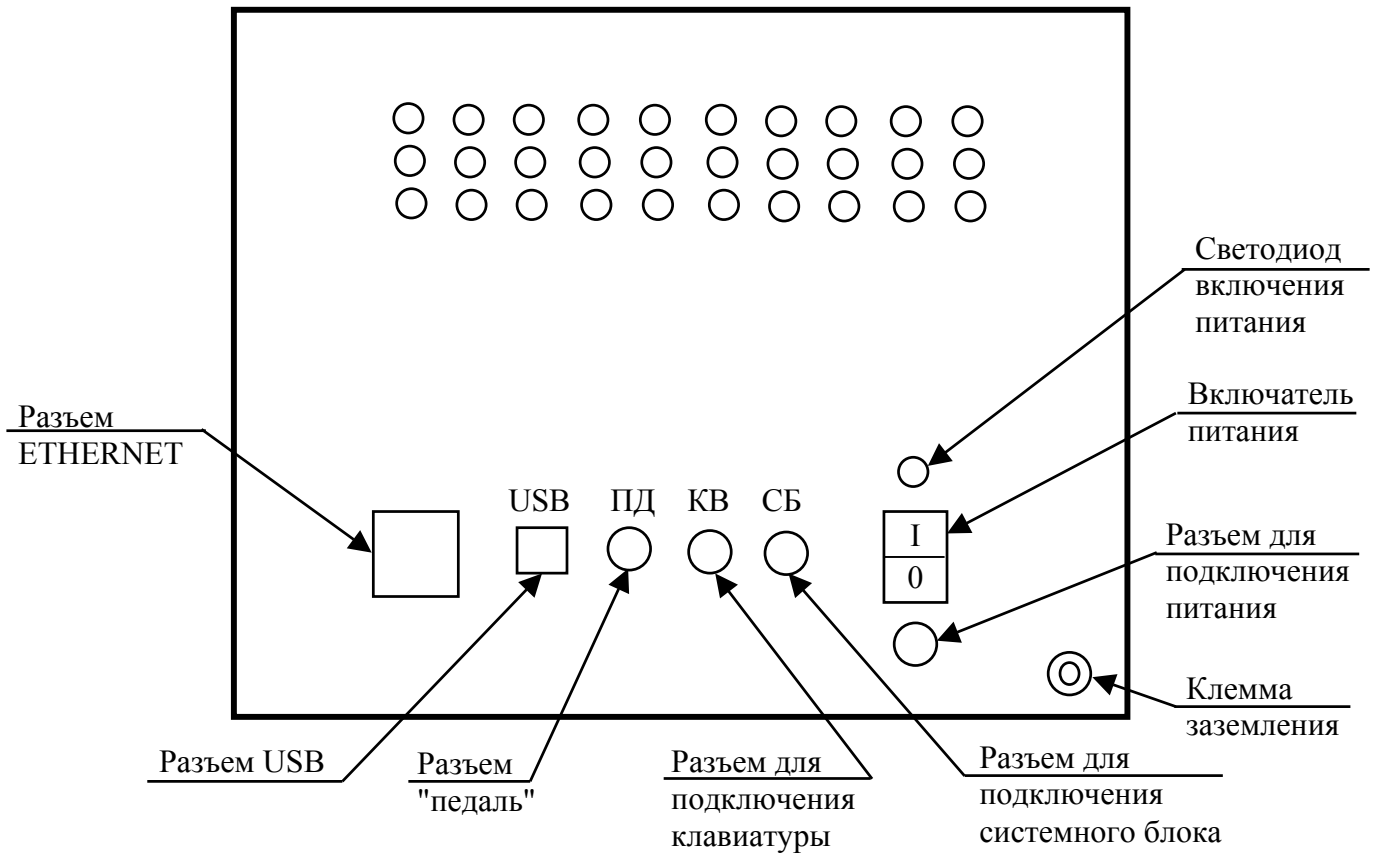

Рисунок 1.2 – Расположение разъемов и органов управления на задней панели устройства сканирования
На задней панели устройства сканирования (рисунок 1.2) размещены:
2.2.5 Во избежание поражения электрическим током при возникновении нештатной ситуации корпус устройства должен быть надежно заземлен с помощью клеммы заземления, размещенной на задней панели устройства сканирования (рисунок 1.2).